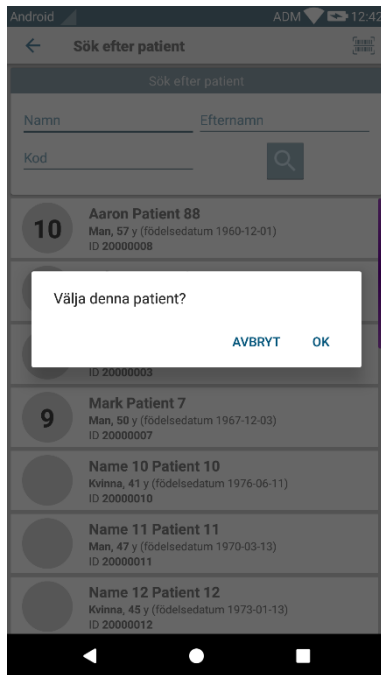

Fig. 28
- Tryck på rutan som motsvarar en patient för att välja patienten. Bekräftelse av användaren krävs (Fig. 28).